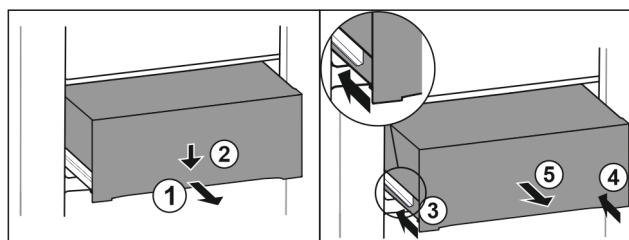

Fig. 160
- Schubfach halb herausziehen. Fig. 160 (1)
- Schubfach an der Vorderseite nach unten drücken. Fig. 160 (2)
- Linke Schiene etwa 2 cm einschieben. Fig. 160 (3)
- Rechte Schiene etwa 2 cm einschieben. Fig. 160 (4)
- Schubfach nach vorne entnehmen. Fig. 160 (5)